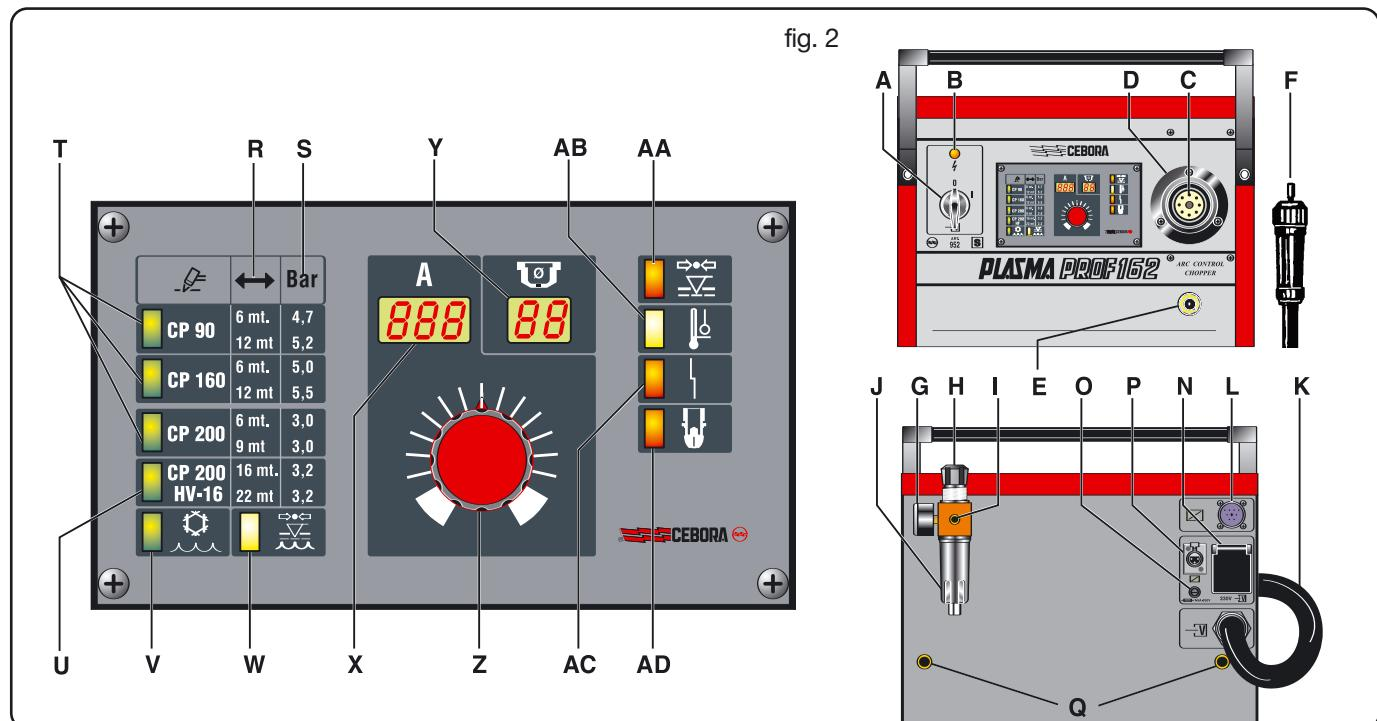

fig. 2
2.2 BESKRIVNING AV MASKINEN (FIG. 2)
b) Om anläggningen är ansluten med kontakt ska hänsyn tas till vad märkplåten anger. I detta fall ska kontakten användas för att koppla ifrån maskinen fullständigt från elnätet, efter att strömbrytaren **A** har ställts på läge "0" (fig. 2).
För att undvika eventuell överhettning. Är placerat på huvudtransformatorernas lindningar och då skyddet löses ut tänds lysdiod **AB** (fig. 2).
För att undvika ett otillräckligt gastryck till skäraren. Är placerat på brännarens strömkälla. Då det löses ut tänds lysdiod **AA** (se fig. 2). Om lysdioden blinkar i en minut betyder det att trycket har varit för lågt en kort tid.
2) Skyddet stoppar maskinen när slitaget på elektroden är så pass stort att ett byte krävs. Denna funktion signaleras av att lysdiod **AD** tänds (fig. 2).